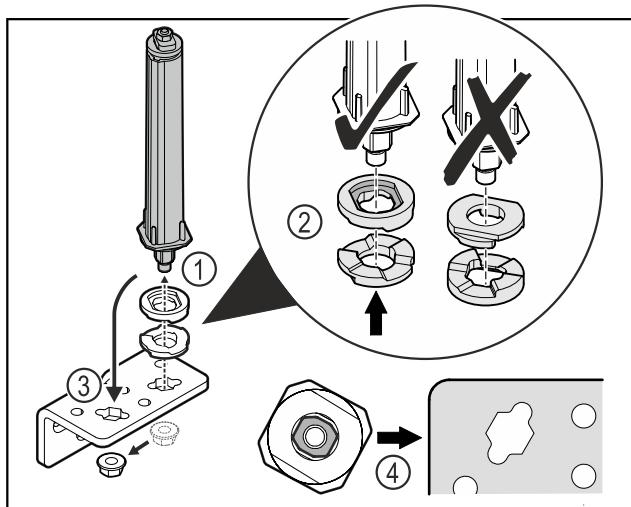

Fig. 39
- Відкрутити гайку і зняти систему запирання дверей Fig. 39 (1).
- Слідкувати за правильним розташуванням шайб для регулювання висоти Fig. 39 (2).
- Переставити систему запирання дверей у шарнірному кутику і зафіксувати гайкою Fig. 39 (3).
- Під час встановлення слідкувати за правильною орієнтацією системи запирання дверей Fig. 39 (4).